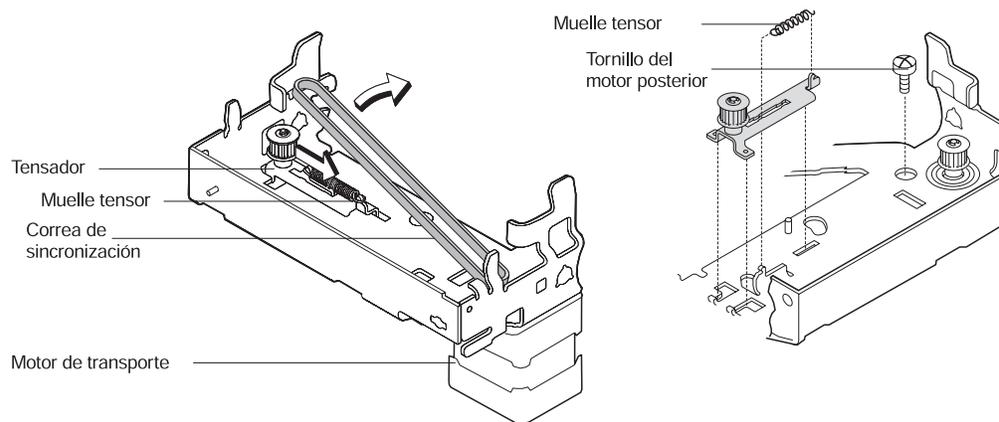

Figura 4-11. Extracción del tensor
3. Coloque el conjunto del carro en el centro. Consulte la Figura 4-11.